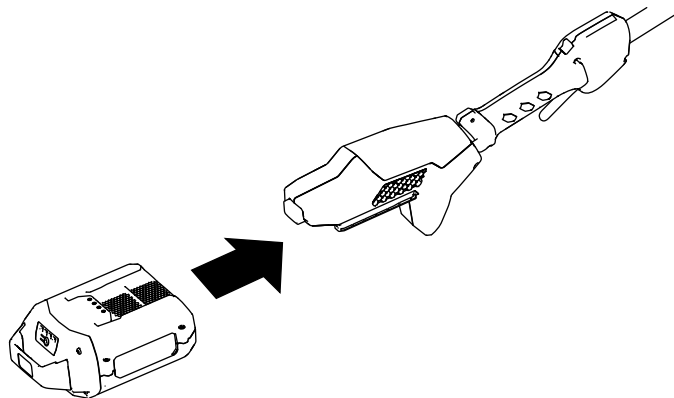

Figura 9
3. Alinee el hueco de la batería con la lengüeta del alojamiento del mango (Figura 9).